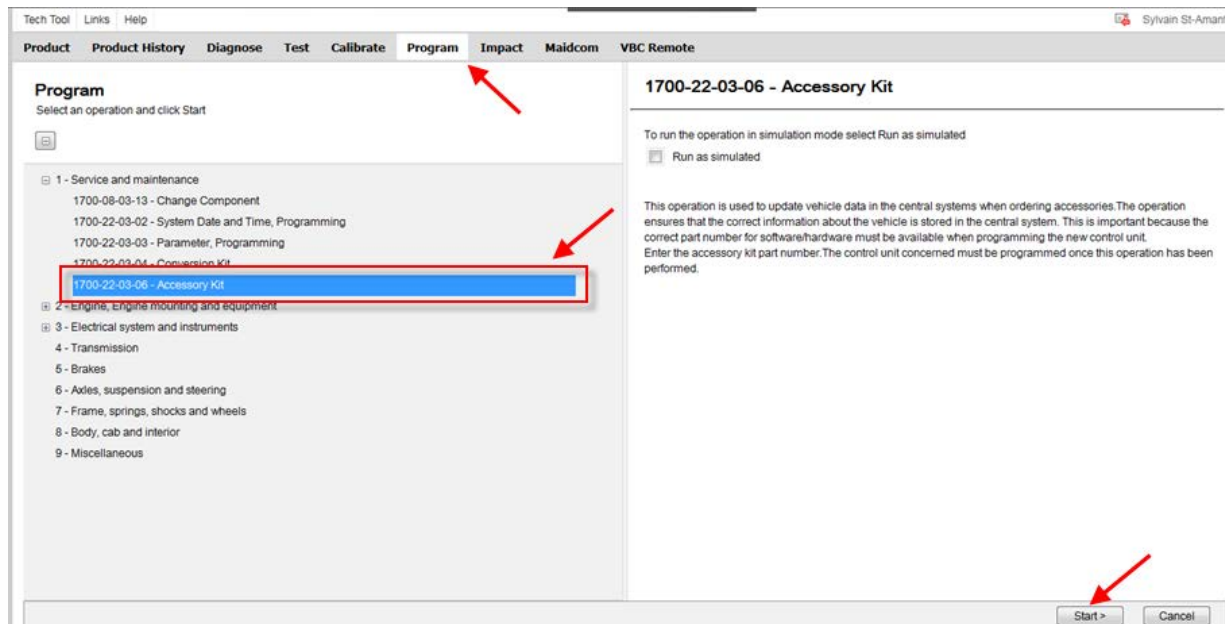

FIGURE 15
3. Dans Premium TechTool, sélectionnez l'onglet PROGRAM. Dans l'onglet PROGRAM, sélectionnez l'opération 1700-22-03-06 accessoire Kit puis cliquez sur START (**FIGURE 15**).